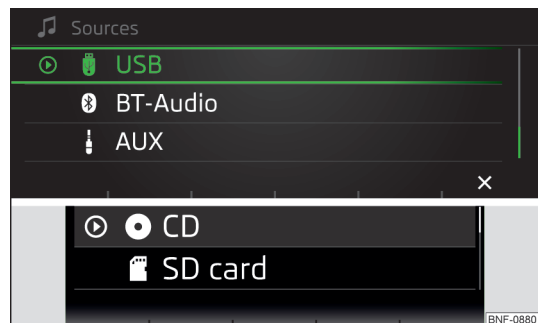

Fig. 106
- Tryk på funktionsknappen . Vælg audiokilden med drejeregulatoren » Fig. 106, og vælg den ønskede mappe/det ønskede nummer.